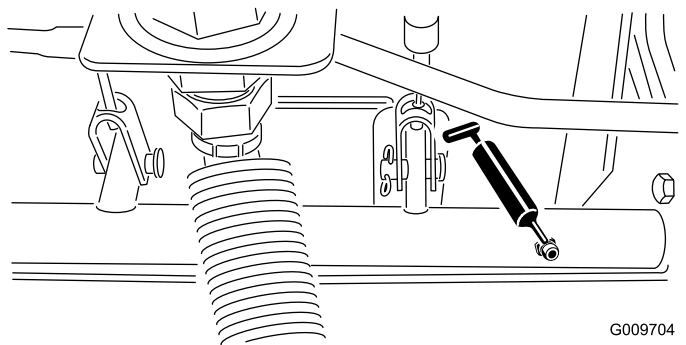

Рисунок 26
- Шарнирные опоры вала тормоза (5 шт.) (Рисунок 26)